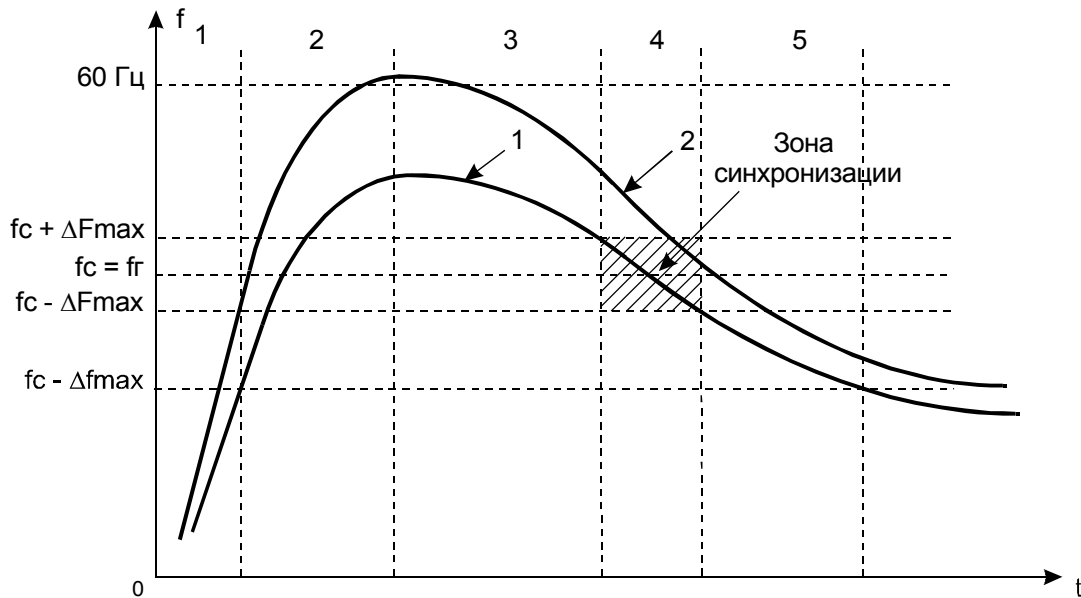

Рис. 3. График изменения частоты генератора.
1.4.4.1 При частотном пуске генераторов в режиме синхронного компенсатора синхронизация с сетью осуществляется на выбеге, т.е. генератор принудительно разгоняется до частоты большей частоты сети, после чего разгон прекращается и частота постепенно снижается. Синхронизация осуществляется на спадающем участке характеристики (см. рис. 3).
1.4.4.3 При возрастании частоты генератора (зона 2 кривой 1 на рис. 3) на индикатор выводится сообщение: «Увеличение $F_{\text{ген}}$ » и текущее значение Δf . Если значение частоты генератора превысит 60 Гц (кривая 2 на рис. 3), то синхронизация запрещается, включается реле «Запрет синхронизации» и светодиод «Блокировка». Включается реле «Сигнализация». На индикатор выводится сообщение: «Синхр. невозможна. $F_r > 60$ Гц».
1.4.4.4 При снижении частоты генератора или при постоянной частоте (зона 3 на рис. 3) производятся проверки аналогичные п. 1.4.3 и рассчитывается ускорение a . На индикаторе сообщение: «Синхронизация», но команды на включение выключателя не выдается, пока значение f_r не достигнет значений зоны синхронизации (зона 4 на рис. 3).
2.2.3.3 Подключить внешние цепи к кабельным частям клеммников проводом сечением от 0,08 до 3,3 мм². Функциональное назначение контактов клеммников и разъемов синхронизатора приведено на рис. 5 приложения. Размещение клеммников и разъемов приведено на рис. 3.